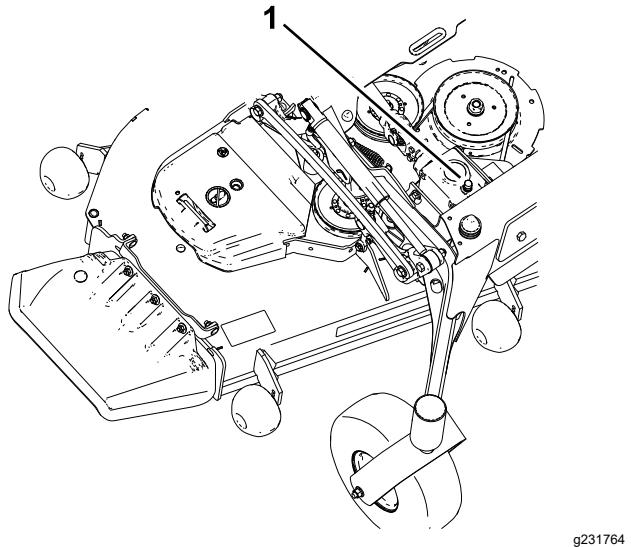

Figure 56
5. Retirez le bouchon de remplissage-jauge au sommet du boîtier d'engrenages et vérifiez que le niveau de lubrifiant se situe entre les repères sur la jauge (Figure 56).